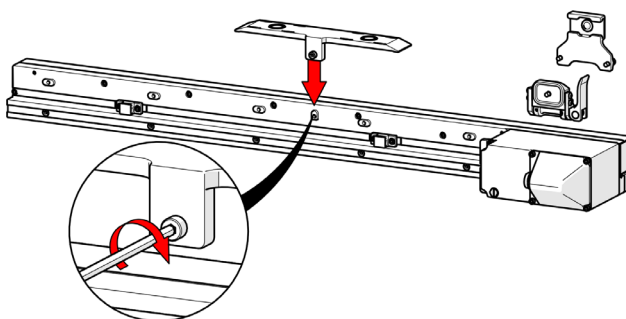

Abbildung 2-55 Befestigen Sie den Magnetfuß am Rasterarm.
13. Richten Sie die Schraube für den Magnetfuß der Kabelträger auf die Mitte des Rasterarms aus. Ziehen Sie die Magnetfußschraube an (siehe Abbildung 2-55 auf Seite 84).